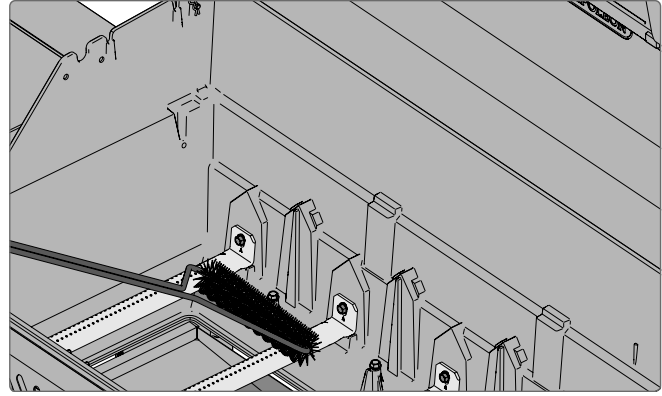

Fig. 21
5. Veeg al het resterende vuil in de grill naar de lekbak (**Fig. 21, 22**).